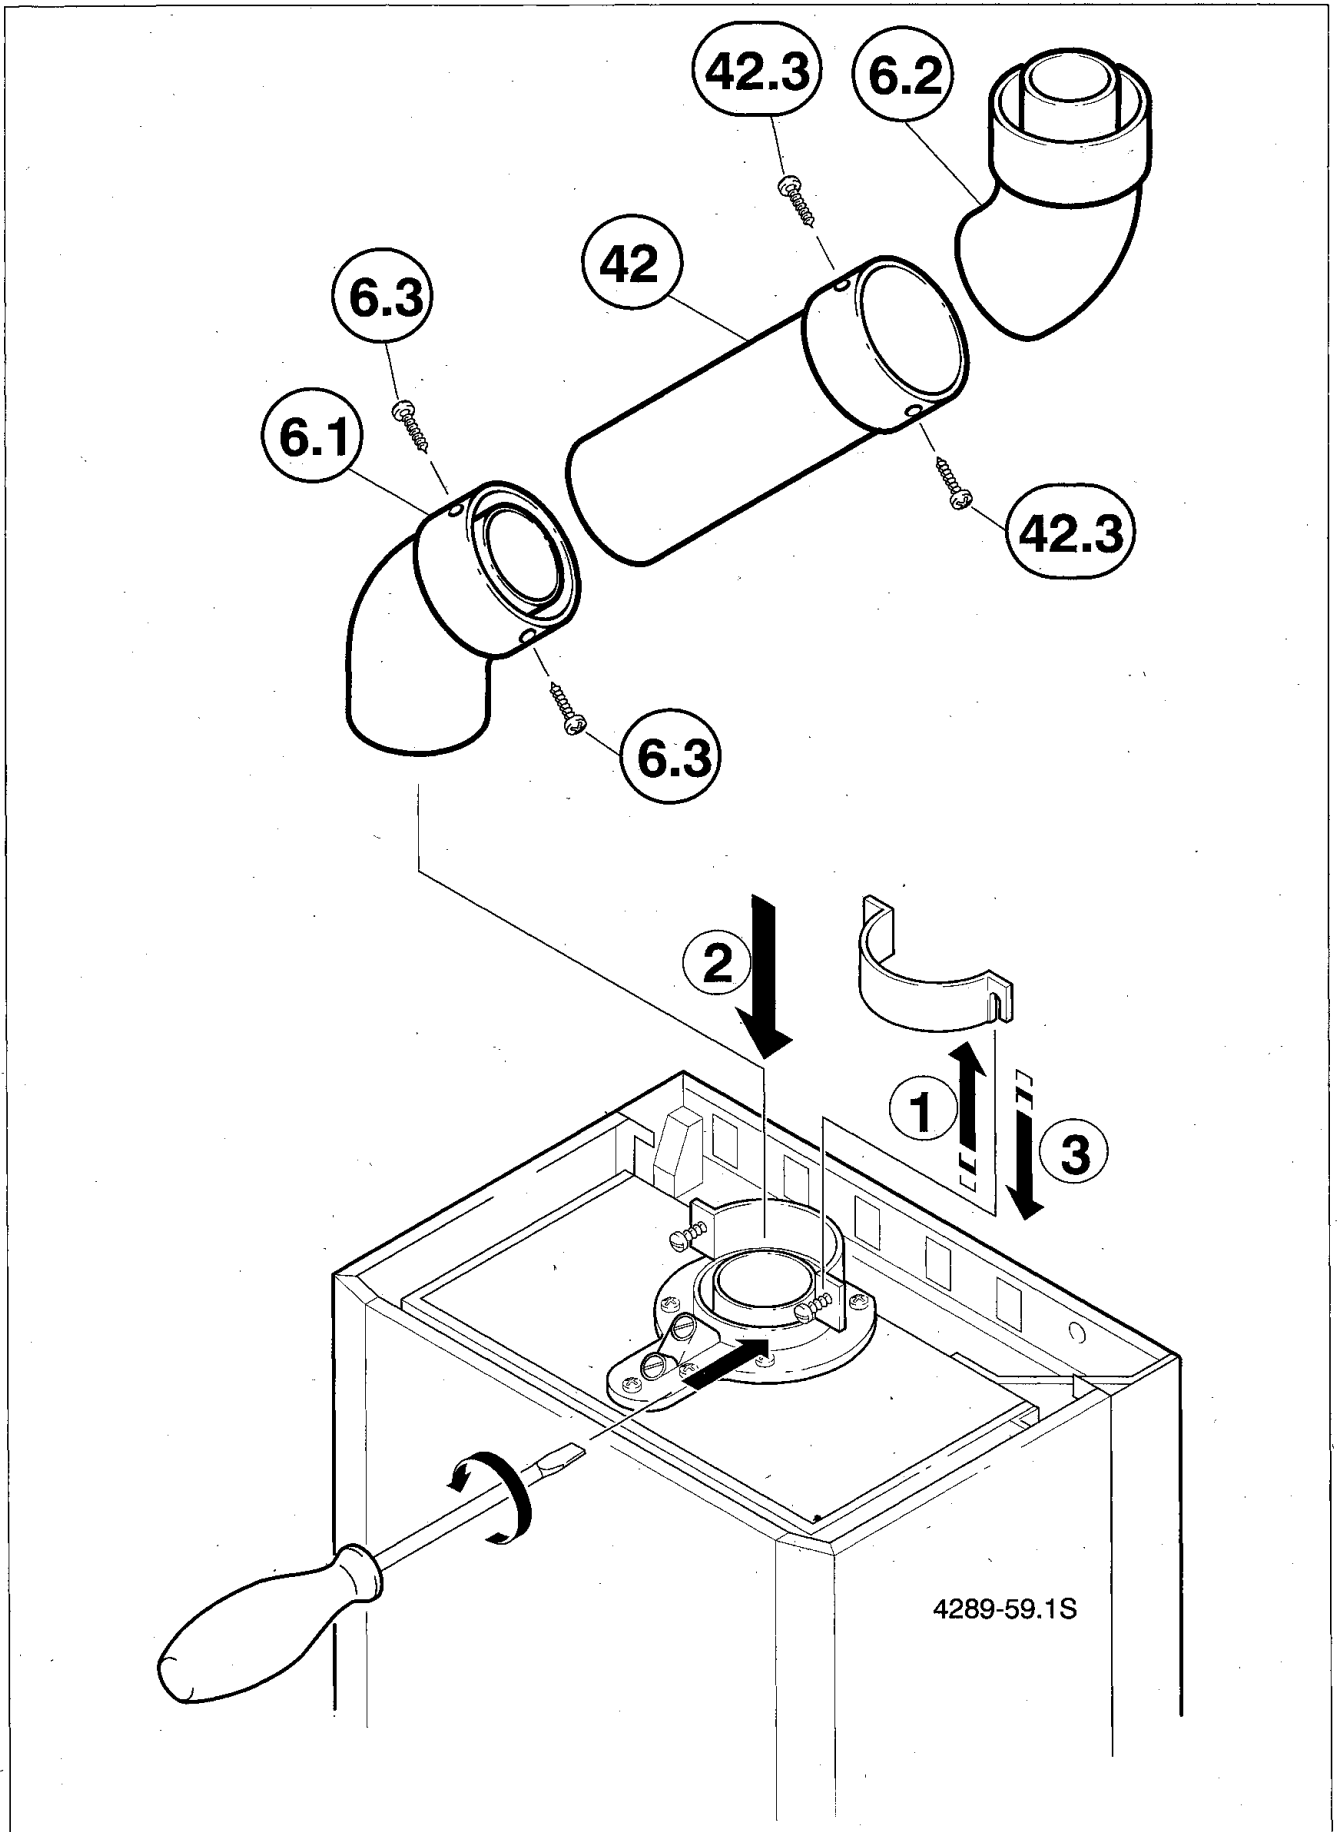

Bild 42
- Die Doppelrohrverlängerung (42) auf das entsprechende Maß ablängen. Beachten Sie die Montagehinweise in der Installationsanleitung für die Doppelrohrverlängerung (42).
- Versatzbogen (6.1, 6.2) und die entsprechende Doppelrohrverlängerung (42) entsprechend Bild 42 einbauen und verschrauben.